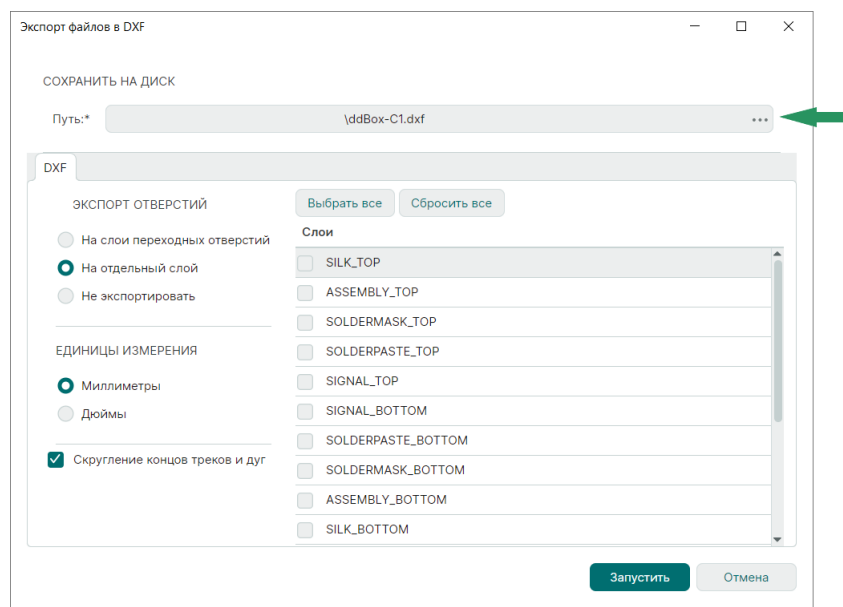

Рис. 154 Окно «Экспорт файлов в DXF»
1. В открывшемся окне «Экспорт файлов в DXF» укажите путь для сохранения файла в поле «Сохранить на диск» в строке «Путь:» с помощью кнопки , см. Рис. 154.